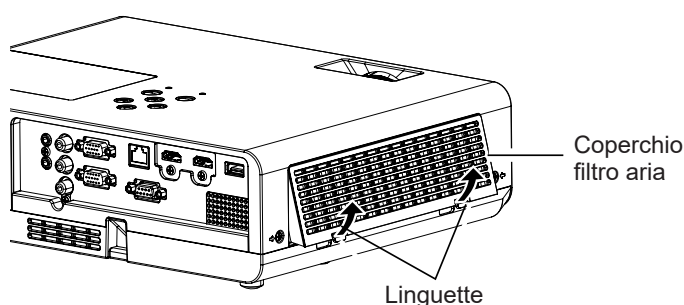

Fig.1
1) Rimuovere il coperchio del filtro dell'aria. (Fig.1)